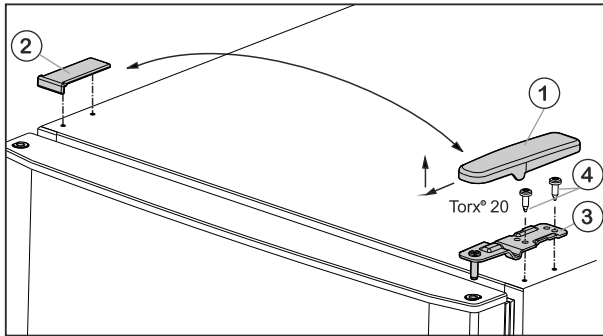

Fig. 5
- ▶ Відведіть кришку Fig. 5 (1) вперед і вгору.
- ▶ Зніміть кришку Fig. 5 (2).
- ▶ Викрутіть верхній опорний кронштейн Fig. 5 (3) (2 шт. Torx® 20) Fig. 5 (4) і відведіть вгору.
- ▶ Встановіть верхні дверцята на середній опорний кронштейн (13).
- ▶ Встановіть верхній опорний кронштейн Fig. 5 (3) в дверцята на новий бік шарніра.
- ▶ Прикрутіть верхній опорний кронштейн (**з моментом 4 Нм**) гвинтами (2 шт. Torx® 20) Fig. 5 (4). У разі необхідності скористайтеся акумуляторним гвинтокрутом.
- ▶ Встановіть і зафіксуйте кришку Fig. 5 (1) з протилежного боку ззовні.
- ▶ Також встановіть згори і зафіксуйте кришку Fig. 5 (2) з протилежного боку.